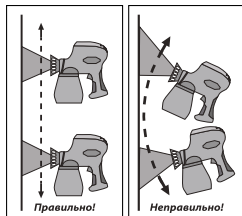

Рис. 2
3. Начните равномерно вести краскопульт вдоль окрашиваемой поверхности, держа его строго перпендикулярно. (Рис. 2, 3).
4. По окончании работы выключите изделие, отпустив курок выключателя (2). Отключите изделие от сети.